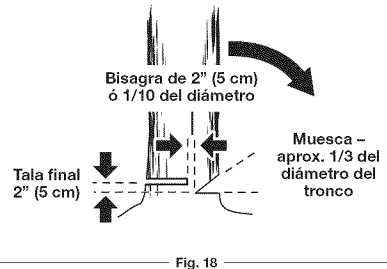
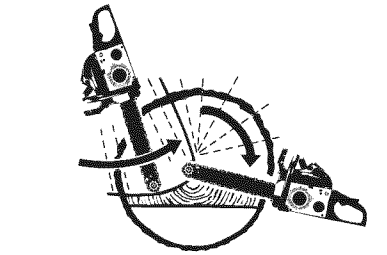
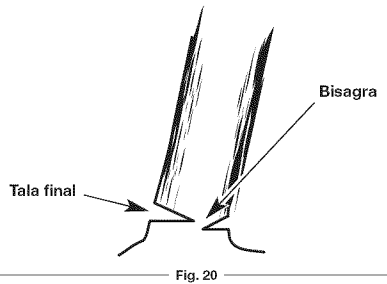

Fig. 18
Fig. 19
Fig. 20
- Corte de muesca guía.** Este corte determina la dirección en que caerá el árbol. Se deberá hacer por el lado del árbol orientado en el sentido de la caída. Haga un primer corte por ese lado que llegue hasta 1/3 del diámetro del tronco. Haga el segundo corte de muesca de modo que intercepte en un ángulo correcto a la horizontal de proyección de caída. Esta muesca habrá que vaciarla para dejar el interior del tronco en línea recta. Para evitar que el peso del árbol presione la sierra, haga siempre primero el corte inferior horizontal y, después, el corte en ángulo. (Fig. 18)
- Tala final por el lado opuesto.** Este es el corte que derriba el árbol. Haga el corte de tala final por el lado opuesto y paralelo al corte horizontal de la muesca y a una distancia mínima de 2 pulgadas (5 cm) por encima de dicho corte (Fig. 18). Si el diámetro del árbol es mayor que la longitud de la barra guía, haga dos cortes como se indica (Fig. 19). A medida que el corte de tala final se acerque a la bisagra, el árbol comenzará a caer (Fig. 20). Si existe alguna posibilidad de que el árbol no vaya a caer en la dirección prevista o, si se balancea hacia atrás y aprisiona la sierra, detenga el corte antes de terminar la tala final e inserte cuñas de madera o plástico para abrir el corte y obligar al árbol a caer a lo largo de la dirección prevista (Fig. 21).